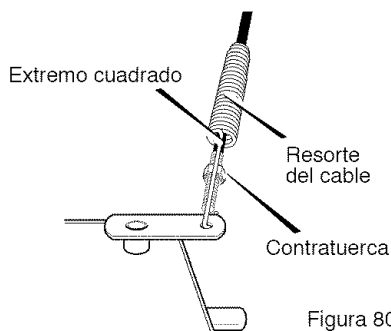

Figura 80
3. Meta el cable por el resorte hasta exponer la porción roscada del cable (Figura 80).